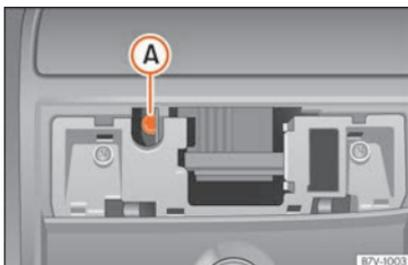

Fig. 18 Vis Allen pour verrouiller le toit coulissant panoramique.
- Introduisez une nouvelle clé Allen courante¹⁾ de 4 mm dans la vis Allen » » fig. 18 (A).